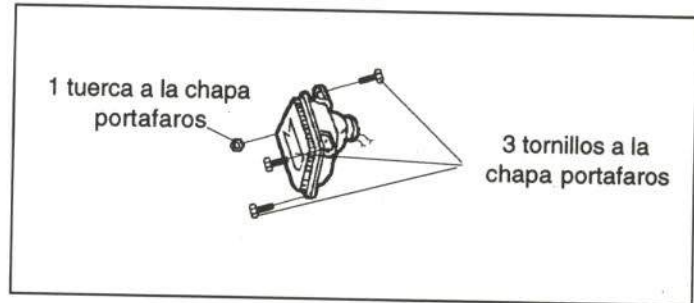

Figura 16.- Fijación del faro
El faro va fijado mediante tornillos. En la figura 16 se muestra su fijación.
- Faro delantero (figura 16)